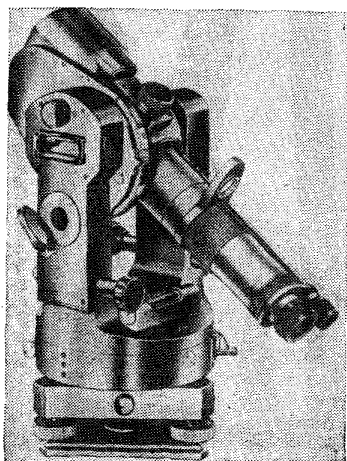

Рис. 9. Редуцирующий тахеометр Redta 002
2.19. Редукционный тахеометр Redta 002 (рис. 9) предназначен для измерения углов и линий в ходах полигонометрии с относительной погрешностью 1 : 5000. Может быть использован для определения координат углов кварталов и отдельных зданий и сооружений при комбинированном способе горизонтальной съемки.